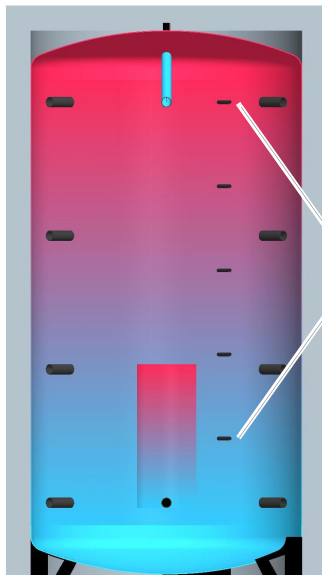

Abbildung 4/24 - Fühler einbauen
1. Dichten Sie die Tauchhülsen der Fühler mit geeignetem Dichtmittel ab und positionieren Sie diese an den in Abbildung 4/24 angegebenen Stellen.